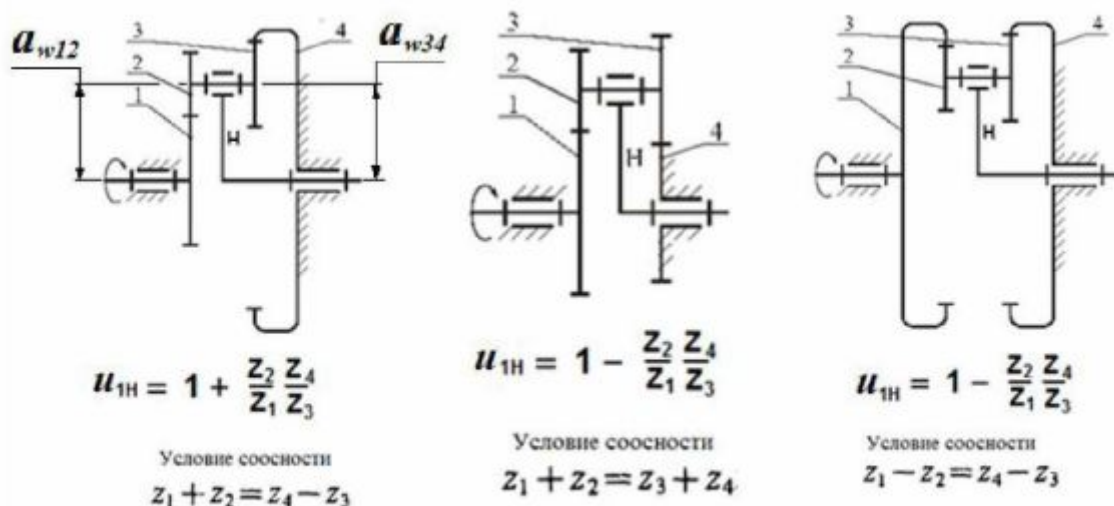

Рис.10. Определение передаточных чисел планетарных механизмов.
На рис.10 приведены формулы для определения передаточных чисел планетарных механизмов. Передаточные числа между подвижным центральным колесом и водилом связаны соотношением:
1. Условие соосности, обеспечивающее совпадение осей центральных зубчатых колес и водила: $a_{w12} = a_{w34}$ (рис.10). Условия, приведенные на рис.10, получены для планетарных передач, зубчатые колеса которых имеют одинаковый модуль.